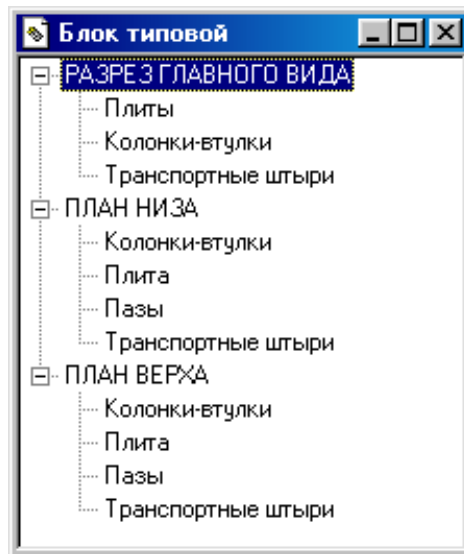

Рисунок 1.53 – Командне меню «Блок типовий»
– натискається кнопка "Проектування об'єкта". Після натискання на кнопку автоматично завантажується КОМПАС-ГРАФІК, відкривається складальне креслення, і на екрані з'являється командне меню (рис. 1.53).